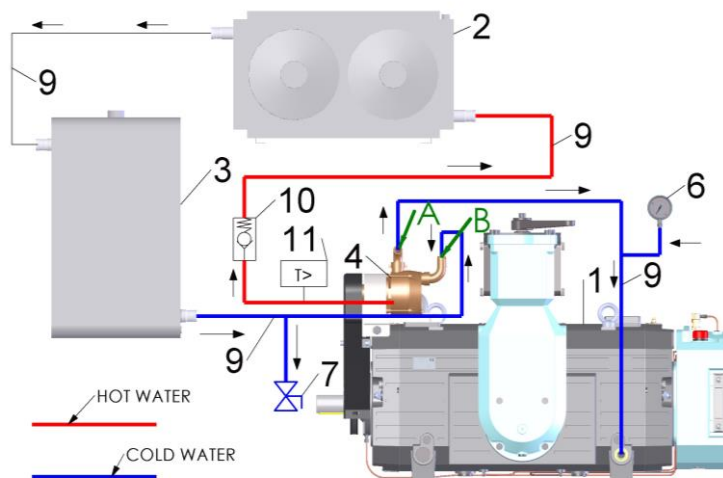

Fig. 13
Raffreddamento della pompa per vuoto fig.13
- Si consiglia di utilizzare un circuito chiuso non pressurizzato a circolazione forzata come in fig.13.
Nel caso si lasci ferma la pompa per vuoto per lunghi periodi levare il liquido di raffreddamento tramite gli appositi drenaggi vedi fig.13.